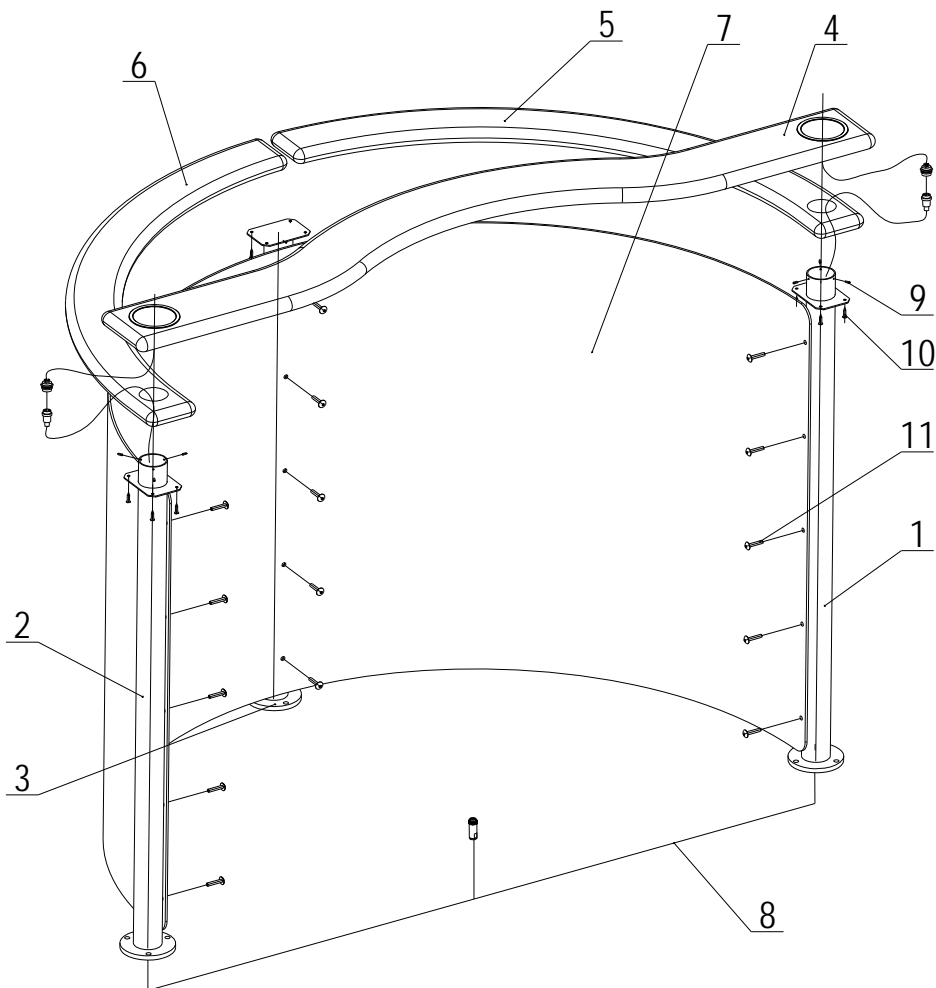

Рис. 4. Монтаж формователя прохода
7.3.3. При описании порядка монтажа все позиции указаны в соответствии с рис. 4. Рекомендации по подготовке отверстий в полу, для крепления стойки, даны с учетом комплектации формирователя прохода анкерами фирмы «SORMAT» для прочных бетонных полов (см. табл. 1).